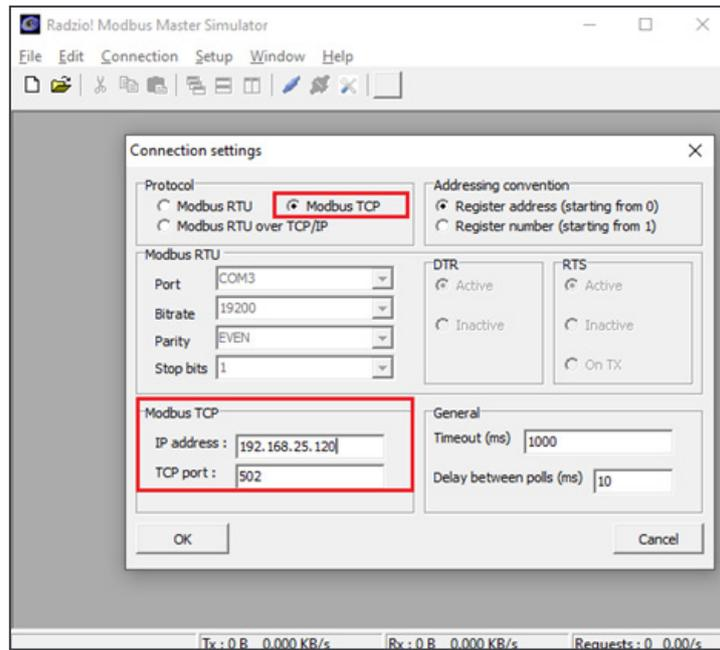

Fig 3: Ventana de configuración de conexión
3. Seleccione **Modbus TCP**, introduzca la dirección IP de T2S y el puerto TCP en la ventana de configuración de conexión. (Fig 3)